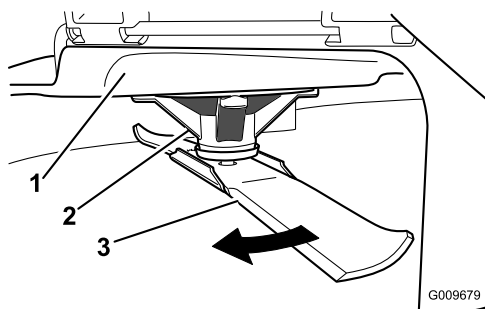

Figure 48
- Enfilez des gants épais ou utilisez une autre protection adéquate pour les mains, et faites tourner la lame lentement jusqu'à une position permettant de mesurer correctement la distance entre le tranchant et la surface plane sur laquelle se trouve la machine (Figure 48).